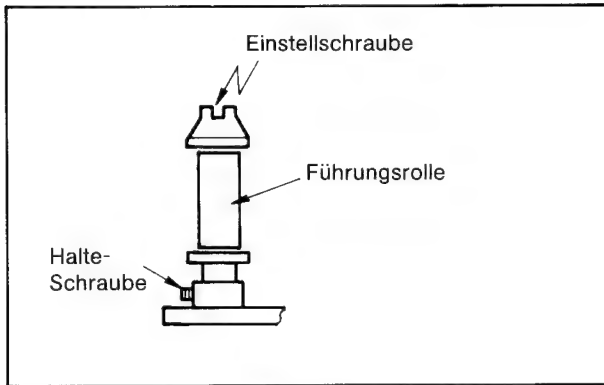

Bild 2-27
1. Die Halteschraube der Führungsrollen (Bild 2-27) etwas lockern (1,5 mm Inbusschlüssel).